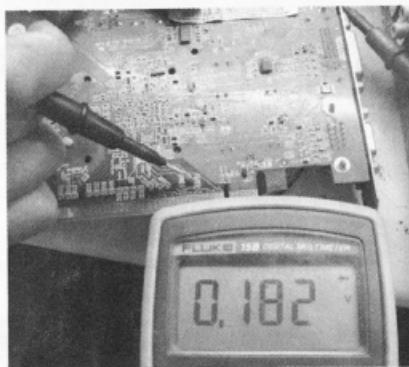

图 5-33 反面打值
(7) 反面测量耦合电容靠近 GPU 一端，值应该一致，如图 5-33 所示。